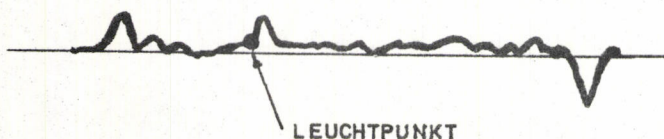

Fig. 5
In der Schalterstellung "I" des Kippschalters (6) "Scan" erscheint auf dem Schirmbild ein Leuchtpunkt, welcher mit dem Regler (22) "X-man" auf dem Schirmbild verschiebbar ist. Diese Einrichtung für die Aufzeichnung von Echobildern mit einem X/Y-Recorder, lässt sich auch vorteilhaft für die Fehlerentfernungsbestimmung, bzw. für die Bestimmung der Entfernung zwischen zwei Reflexionen verwenden. In der Betriebsart " l_x " (13) und in der 0-Position der Signalverschiebung ist der Leuchtpunkt nach dem Schirmbild mit dem Regler X-man (22) auf die Reflexion zu stellen, von der aus eine Entfernung gemessen werden soll. Bei Betätigung der Signalverschiebung - Taster (15), (16), es steht (20) auf l_x (m) - wird das Echobild durchgeschoben, wobei der Leuchtpunkt in seiner Skalenposition unverändert bleibt. Die anzumessende Reflexion wird auf den Leuchtpunkt geschoben und am Display (18) die Entfernung abgelesen. (siehe Fig. 5)